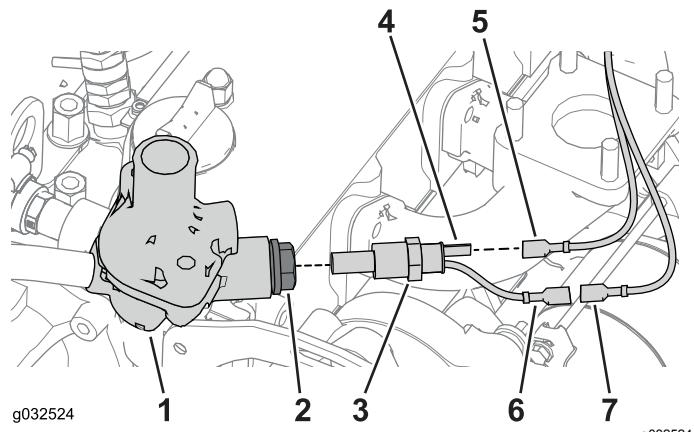

Figure 29
5. Trouvez le fil jaune que vous avez débranché lors de l'opération 2 de Acheminement du flexible d'alimentation \(page 15\) et branchez-le au connecteur moteur chaud de la sonde de température (Figure 29).
6. Trouvez le fil orange qui est attaché au fil jaune, enlevez l'attache et branchez-le au connecteur moteur chaud de la sonde de température (Figure 29).
1. Localisez le boîtier de thermostat sur le bloc-moteur et retirez le bouchon de l'orifice du moteur (Figure 29).